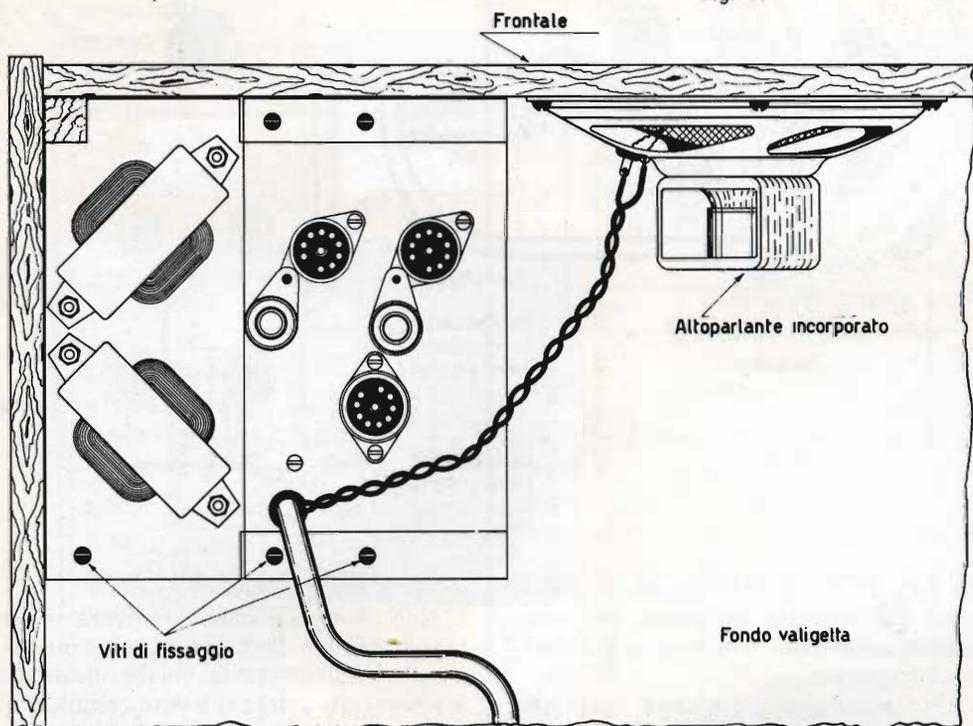

Fig. 12
I fermavalvola verranno fissati, come indicato in fig. 12, al posto di una delle viti di fissaggio dello zoccolo.
8) Partendo dallo stesso terminale 3 dell'ancoraggio piccolo, saldare uno spezzone di conduttore lungo circa 30 cm. ; esso verrà successivamente collegato alla presa G/2226 dell'altoparlante fissato sul pannello frontale di legno della valigetta (ve- di fig. 12).